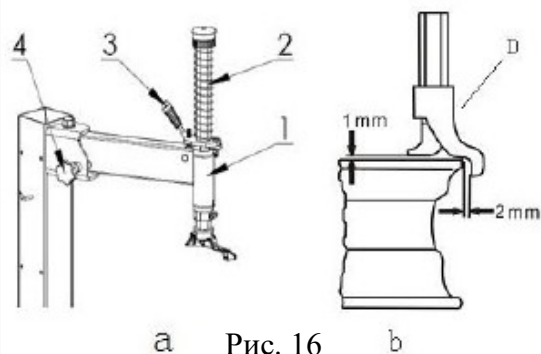

Рис. 16
- Отведите и отрегулируйте поворотный рычаг 1 (рис.16-а) и вертикальную стойку (2), установите монтажную головку напротив обода, зафиксируйте поворотный рычаг с помощью ручки 4, зафиксируйте вертикальную стойку с помощью рукоятки 3. Чтобы избежать царапания обода монтажной головкой убедитесь, что монтажная головка находится на расстоянии 1-2 мм от внешнего края обода (рис.16-б).